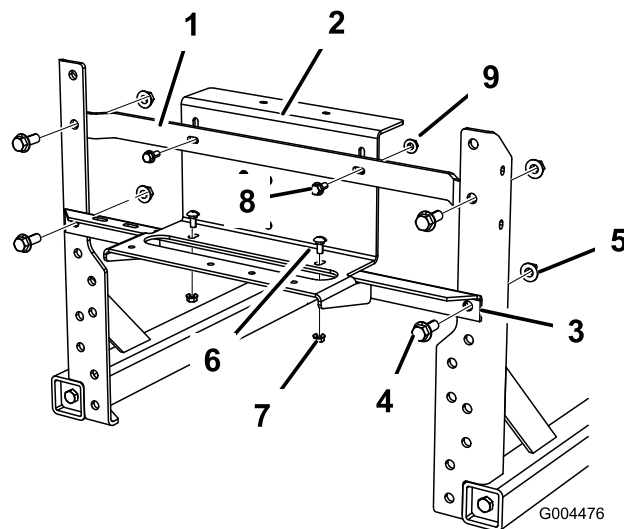

Figura 10
1. Montate la traversa inferiore rimossa in precedenza dai montanti vecchi della barra con gli elementi di fissaggio presenti (Figura 10).